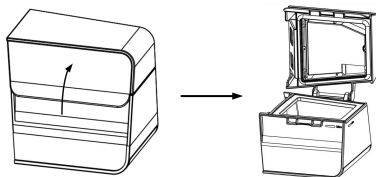

图 4-6
(1) **取下水罐：**按照上述 4.1 (1) 的操作方法取下水罐。
(2) **倒空水罐：**打开水罐的盖子，如图 4-6 所示。将水罐中的水倒空，然后将水罐晾干。